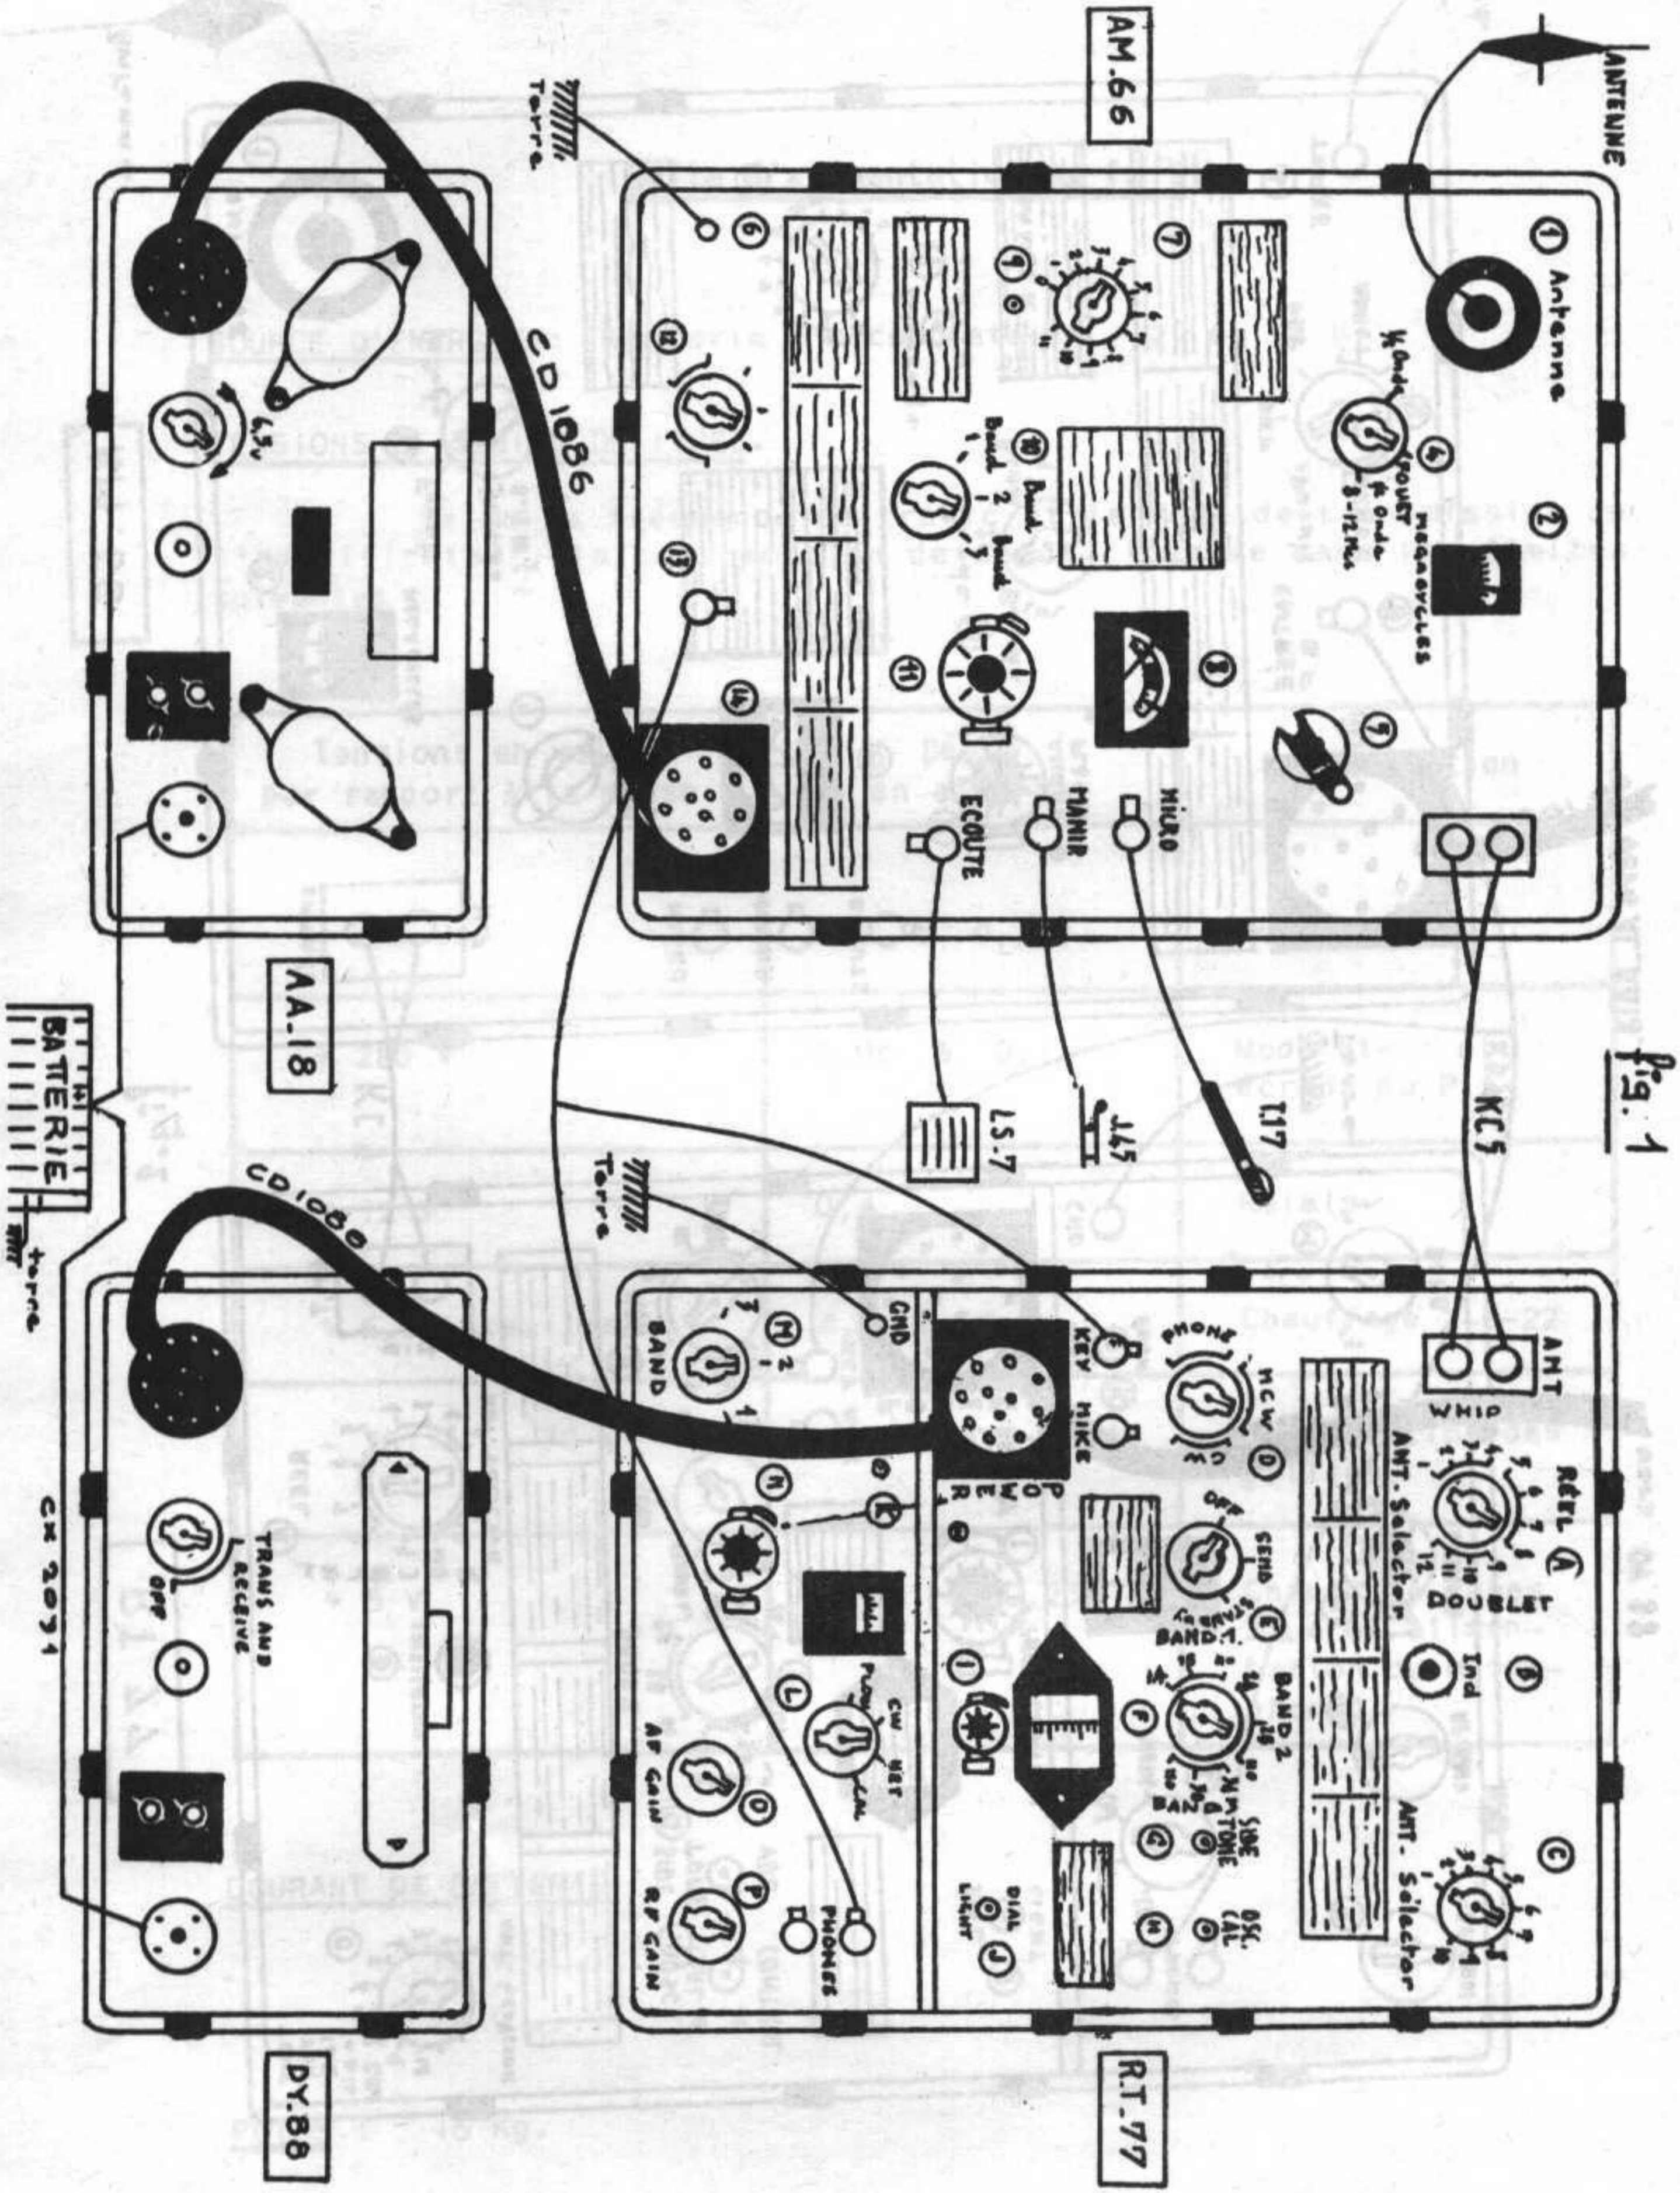

Fig. 1
D.- MISE EN STATION (sur véhicule). (v. fig. 1)